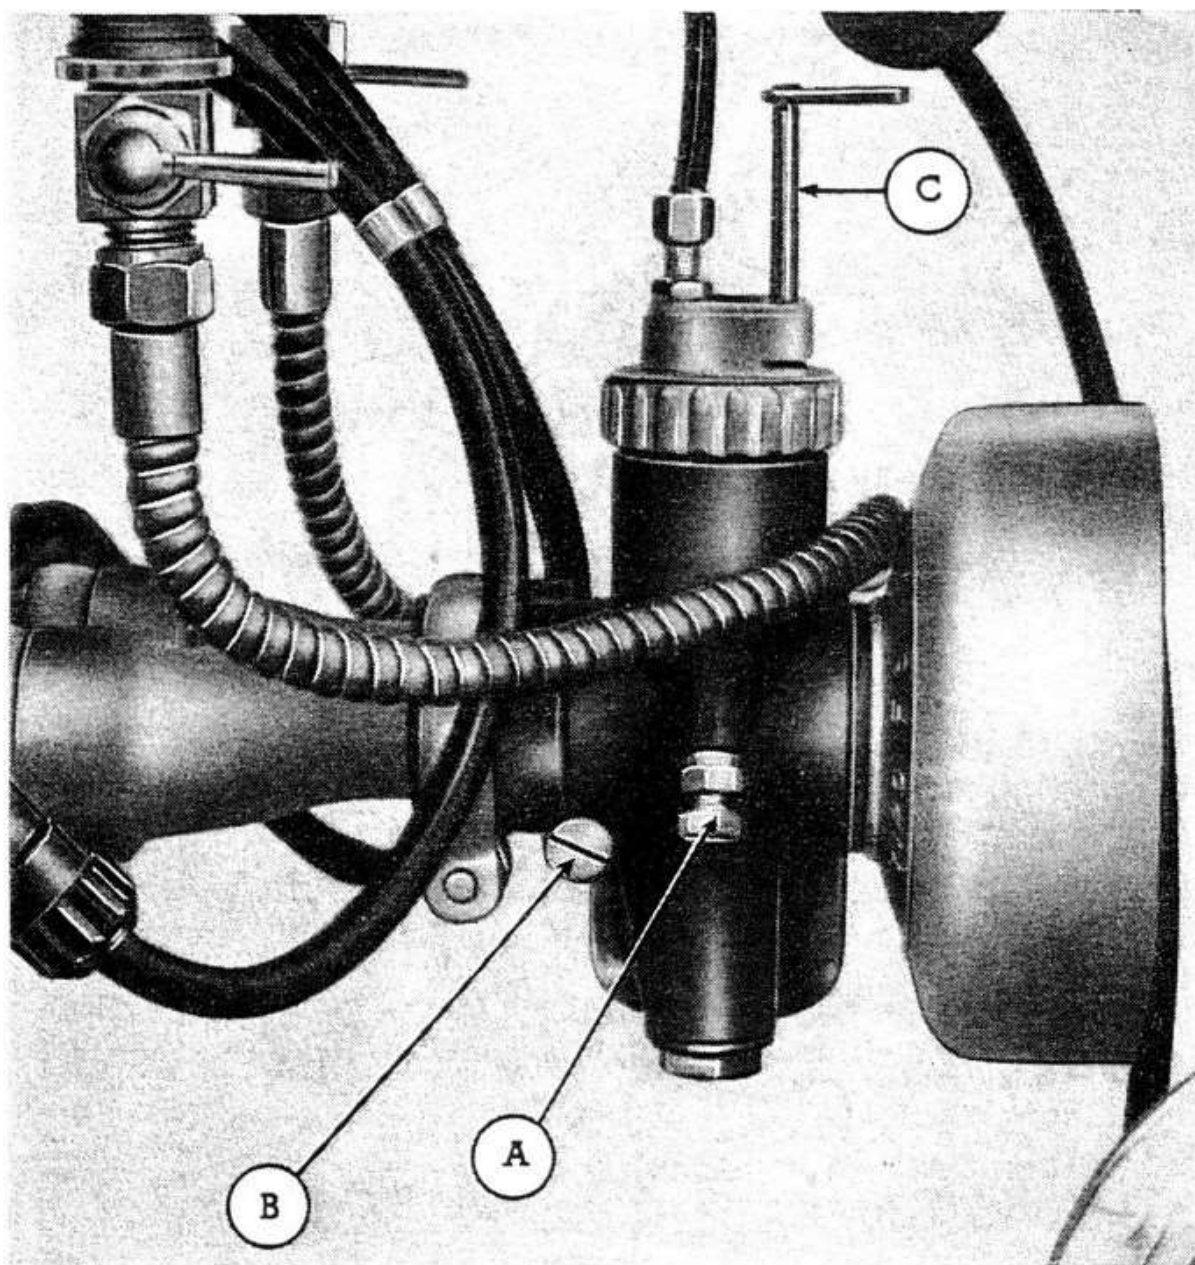

FIG. 8
Chiudere il comando dell'aria (C) posto sul carburatore spingendolo in basso (fig. 8), ruotare di circa $1/8$ della sua corsa totale la manopola del gas, indi premere energicamente con il piede il pedale d'avviamento. Se il motore non si avvia ripetere la manovra facendo ruotare più o meno la manopola del gas.
Si effettua a motore caldo agendo sulle viti A e B (vedi fig. 8), che regolano rispettivamente la posizione della valvola ed il passaggio aria del minimo, sino a trovare la giusta combinazione di miscela in modo da ottenere il minimo desiderato.